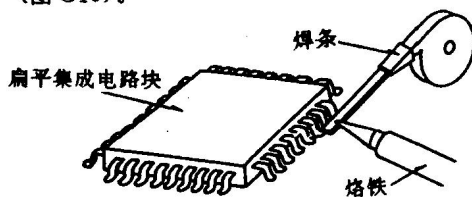

图 G10
- (1) 用焊条焊开扁平集成电路块的所有脚的焊点。如果在扁平集成电路块的每个脚上加上助焊剂, 拆卸就更简单了 (图 G10)。